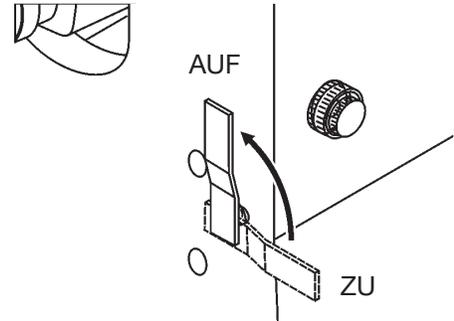

Abb. 44. Wasserzuführhahn
4. Den **Wasserzuführhahn** links an der Konsole auf **ON** (EIN) stellen (Abb. 44) und prüfen, ob beiden Seiten der Diamant-Trennscheibe gleich viel Wasser zugeführt wird.